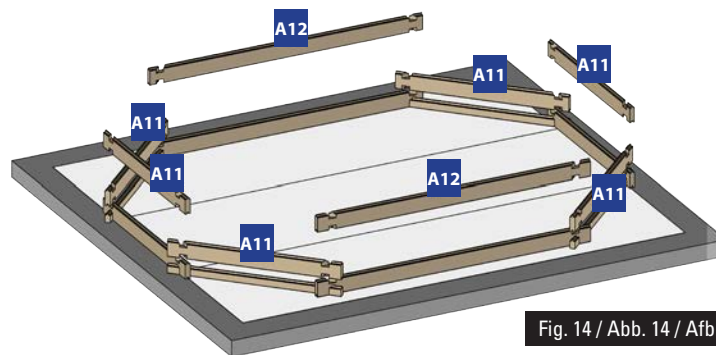

Fig. 14 / Abb. 14 / Afb. 14
**EN 2nd LAYER OF BOARDS:** • Install the second layer of boards as shown in figure 14. • There is a wooden wedge in the structure packet to correctly assemble the boards. • Never directly hit against the boards. You would damage the pegs and would weaken the structure. Do not hit them with anything metallic. This would inevitably damage the wood. • Try to correctly assemble the boards right from the start. There should not be any space between each layer of boards to avoid maladjustment of the higher boards.
**FR 2ÈME RANGÉE DE MADRIERS :** • Positionnez les madriers de la deuxième rangée conformément à la figure 14. • De manière à emboîter correctement les madriers, une cale en bois est à votre disposition dans le colis de structure. • Ne pas taper directement sur les madriers. Cela abîmerait les languettes et nuirait à la solidité de la structure. • Ne pas frapper avec une pièce métallique. Cela détériorerait le madrier irrémédiablement. • Veillez à emboîter bien à fond les madriers dès le départ. Il ne doit pas y avoir d'espace entre chaque rangée pour éviter un décalage au niveau des madriers supérieurs.
**DE 2. BRETTERREIHE:** • Platzieren Sie die Bretter der zweiten Reihe laut Abb. 14. • Um die Bretter richtig anbringen zu können, finden Sie einen Holzkeil im Paket des Tragwerks. • Nicht direkt auf die Bretter klopfen. Das würde die Zapfen und die Festigkeit des Tragwerks beschädigen. • Nicht mit einem Metallteil darauf klopfen. Es würde das Holz unabänderlich beschädigen. • Versuchen Sie, die Bretter von Anfang an tiefgehend ineinander zu fügen. Zwischen den Reihen darf kein Platz sein, um eine Fehlanpassung der oberen Bretter zu vermeiden.
**NL 2ª RIJ PLANKEN:** • Plaats de planken van de tweede rij zoals aangegeven op afbeelding 14. • Om de planken correct te assembleren, zit er een houten wig in het pakket van het frame. • Sla niet direct op de planken. Daardoor gaan het profiel kapot en wordt de stevigheid van het frame ondermijnd. • Sla er niet direct op met metaal. Hierdoor raakt het hout onherstelbaar beschadigd. • Zorg ervoor dat de planken vanaf het begin stevig op elkaar aansluiten. Er mag geen ruimte tussen de rijen overblijven, om te voorkomen dat de bovenste houtdelen onregelmatig uitkomen.